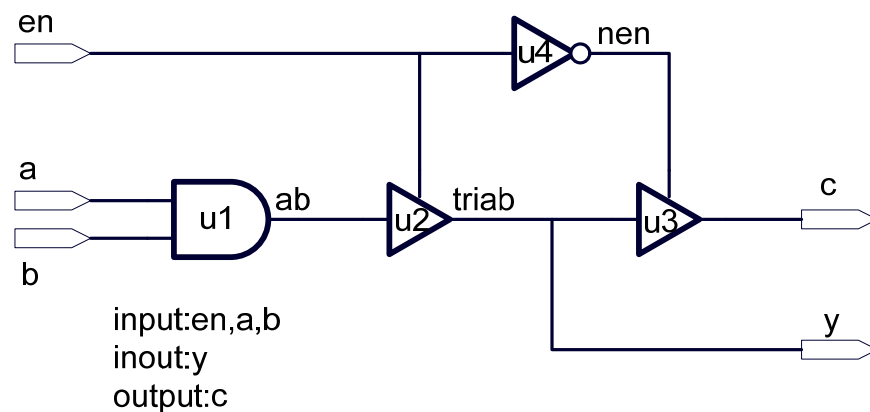

图 B-1 门级电路图
6. 图 B-1 给出了一个用门级电路搭建的电路结构, 请回答如下问题: (10 分)
1) 试用 Verilog 语言, 利用内置基本门级元件, 采用结构描述方式生成图 B-1 所示电路。
2) 试用 Verilog 语言, 采用可综合风格的行为描述方式生成图 B-1 所示电路。(6 分)